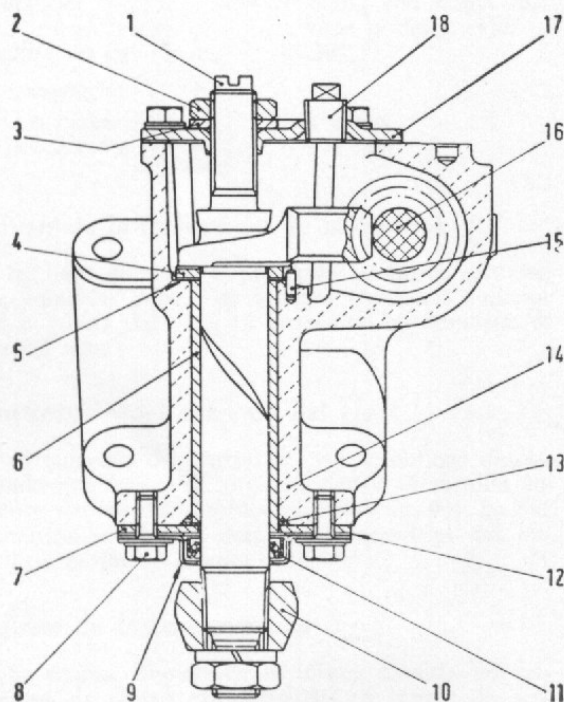

Fig. 44.—Sección en la caja de la dirección que muestra el sector y su eje.
Eje del sector.—Está montado en un casquillo excéntrico que puede girarse gracias a unas placas de ajuste (fig. 44), para aproximar o separar el sector del husillo. El husillo gira colocando la placa en el agujero siguiente. Existen una serie de ellos en cada extremo del casquillo. Cuando se ha alcanzado el último agujero, se desmonta la placa de ajuste y se gira el casquillo; de ese modo resulta posible realizar otra vez el ajuste, siempre que el eje y el casquillo no estén demasiado gastados.
El engranado entre el husillo y el sector se obtiene por medio de las arandelas (5) de la fig. 44, que controlan el movimiento axial del eje del sector.
Se ajusta el juego axial del eje del sector mediante un tornillo de ajuste (1) de la fig. 44. Se aprieta de forma que no quede holgura entre el husillo y el sector, sin que por ello exista demasiada rigidez.